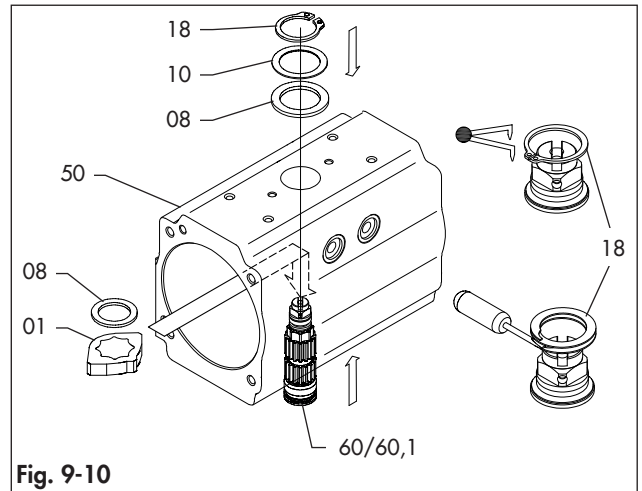
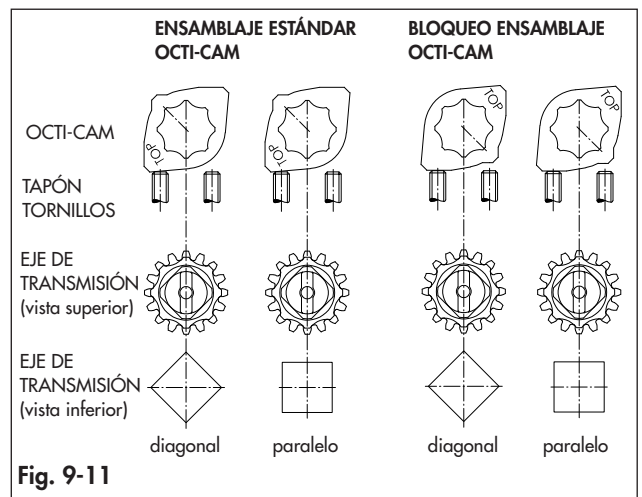

Fig. 9-10
Fig. 9-11
Consulte las fig. 9-1, fig. 9-9, fig. 9-10 y fig. 9-11.
- Ponga el octi-cam (01) a través del cuerpo (50) en el eje de transmisión (60/60.1). Consulta de la fig. 9-11 sobre la colocación correcta de la octi-cam (01) en función de la configuración de montaje del actuador.
- Ponga el cojinete de empuje interno (08).
- Introduzca completamente el eje de transmisión (60/60.1) en el cuerpo (50).
- Ponga el cojinete de empuje externo (08) y la arandela externa (10).